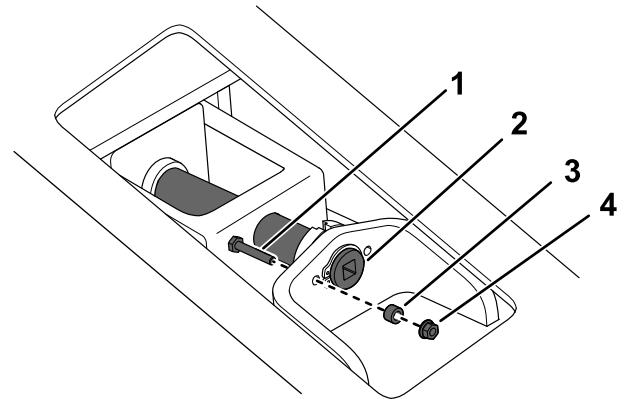
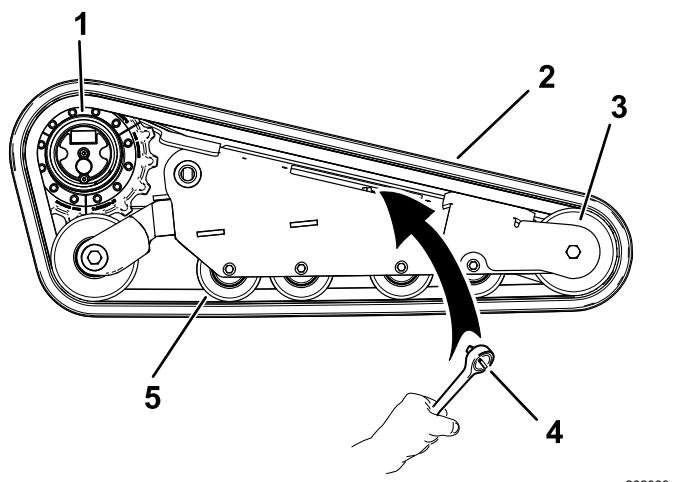

Figure 65
Figure 67
6. Enlevez le boulon de blocage, l'entretoise et l'écrou (Figure 65).
8. Alignez l'encoche dans la vis de tension et le trou du boulon de blocage le plus proche, et fixez la vis avec le boulon de blocage, l'entretoise et l'écrou (Figure 65).
7. À l'aide d'une clé à cliquet de $\frac{1}{2}$ pouce, tournez la vis de tension dans le sens horaire pour détendre la transmission (Figure 65 et Figure 67).
1. Enroulez la chenille neuve sur la roue avant (Figure 67).
2. Poussez la chenille sous et entre les galets de roulement, puis enroulez-la autour de la roue de tension (Figure 67).